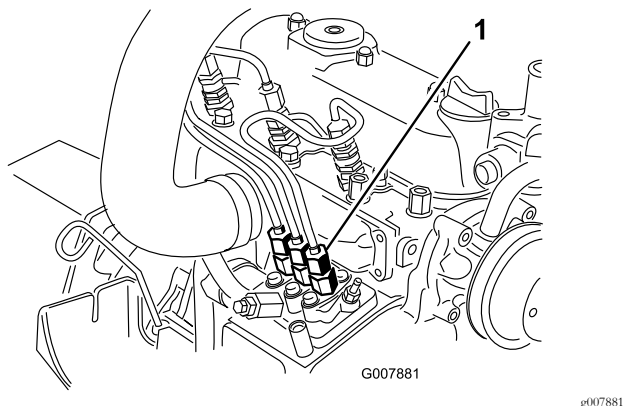

Bild 42
1. Legen Sie einen Lappen unter den Schlauchanschluss von der Einspritzpumpe zur 1. Einspritzdüse, siehe Bild 42.